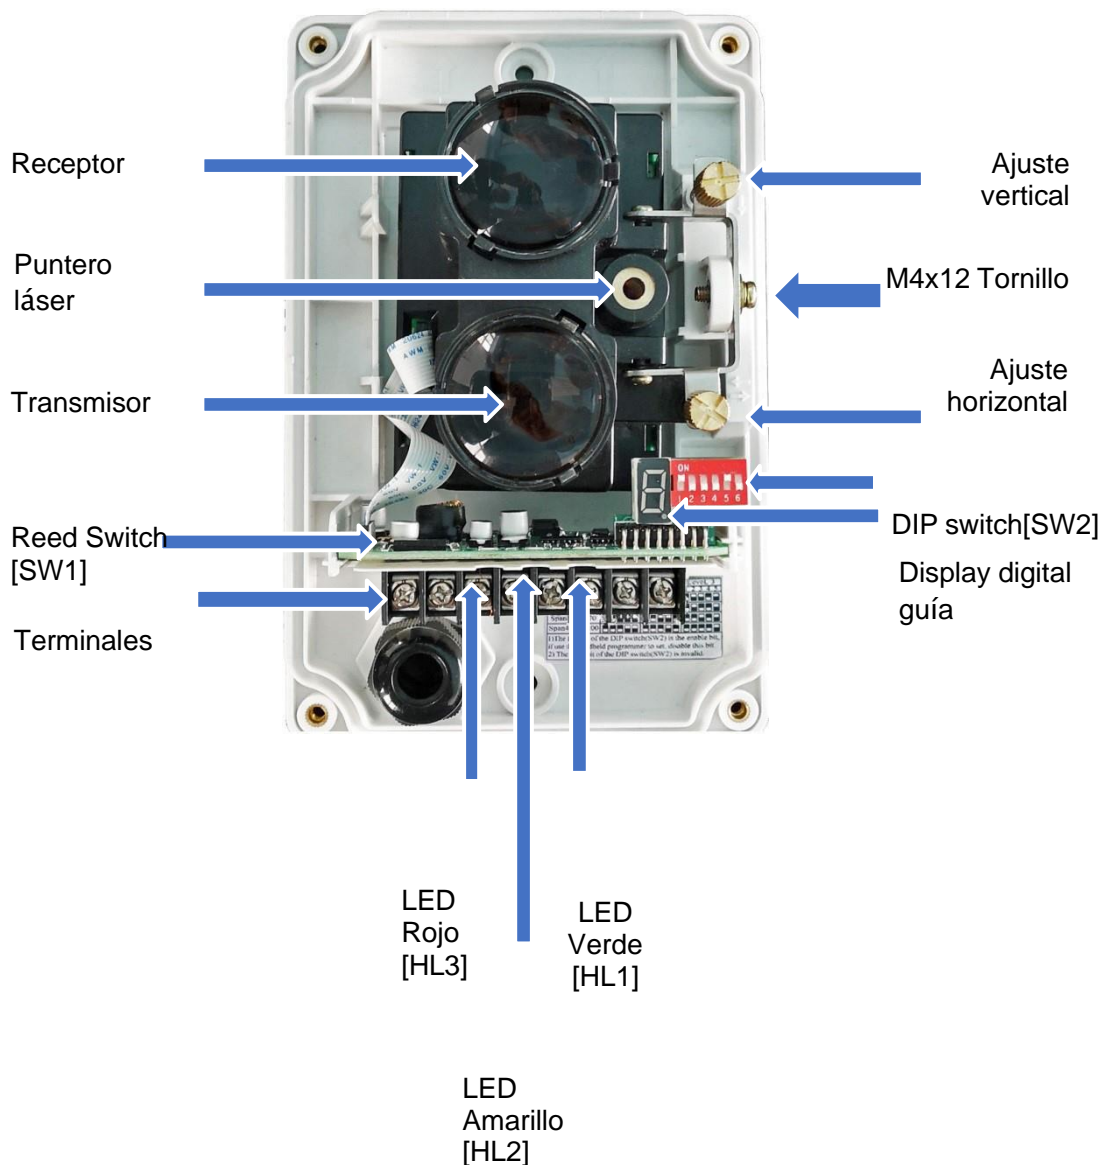

Figura 13
- a. Utilizando los materiales opacos/translúcidos suministrados, cubra – la mitad del haz utilizando la parte opaca del material. Justo después de que se encienda el LED amarillo [Fallo], indicando la señal de fallo. [El relé de alarma de fallo [GZ1 y GZ2] se enganchará para cerrarse normalmente]. Consulte la figura 13.